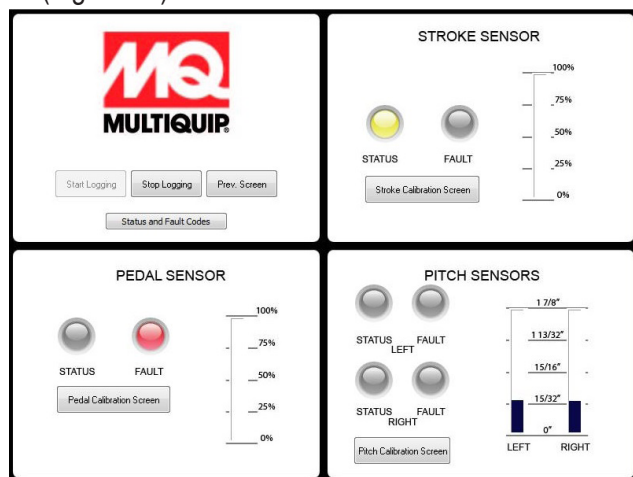

Figure 27. Bouton d'étalonnage
3. Cliquez sur le bouton « ÉCRAN DE CALIBRAGE DE LA PEDALE » dans le cadre « PEDAL SENSOR » (Figure 27).